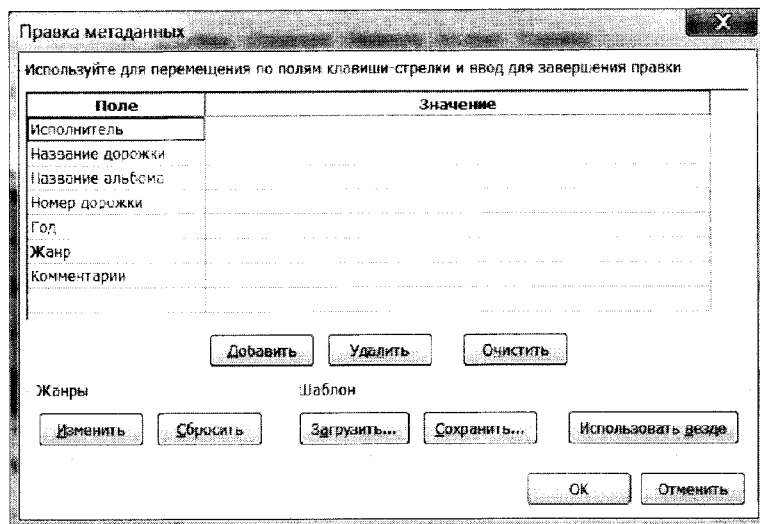

Рис. 21. Диалоговое окно **Правка метаданных**
7. В появившемся окне **Правка метаданных** (рис. 21) можно ничего не заполнять. Нажмите кнопку **ОК**.